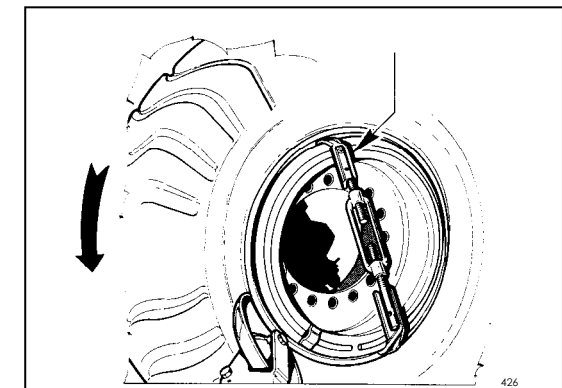

Fig.37
2. Position the tool close to the rim edge (Fig.37). When the lock ring is stuck to the bead, (on the O.T.R. tires) to make it to break the bead, it is necessary to hold it to the rim with the appropriate clamp #4007611 (on request).
2. Positionner le disque détalonneur au bord de la jante (Fig.37). Quand la bague de blocage est collée à l'enveloppe (pour les pneus de génie civil) pour détalonner il est nécessaire de la bloquer à la jante à l'aide de l'étau #4007611 (sur demande).
2. Die Abdrückscheibe am Felgenreand ansetzen (Abb.37). Wenn der Sprengring am Reifen verklebt ist (bei EM-Reifen), ist es zum Abdrücken nötig, ihn mit der Spezialklemme #4007611 (auf Anfrage) an die Felge zu binden.